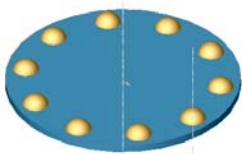

图 8-49 圆周阵列
① 在【圆周阵列】属性管理器中设置阵列的特征为旋转，即滚珠。
② 设置阵列数为 10，阵列轴为基准轴 1。
③ 单击按钮，从而生成圆周阵列特征，如图 8-49 所示。